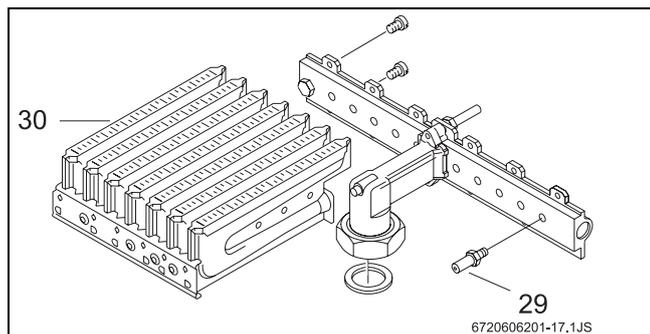

Fig. 23
- Smontare entrambe le rampe degli ugelli (→Fig. 23, pos. 30) e sostituire gli ugelli (→Fig. 23, pos. 29).